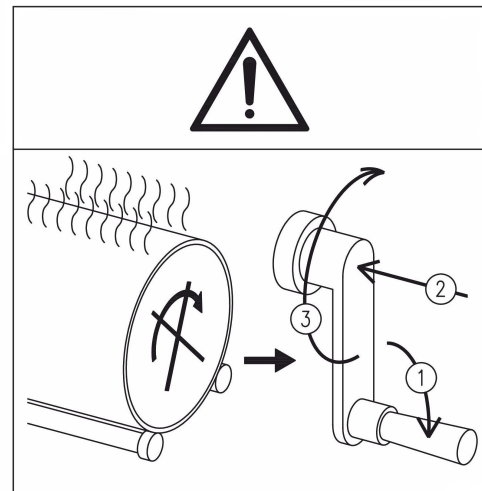

Figura 28
- A manivela *Figura 28* é um dispositivo mecânico destinado ao controlo manual da máquina.